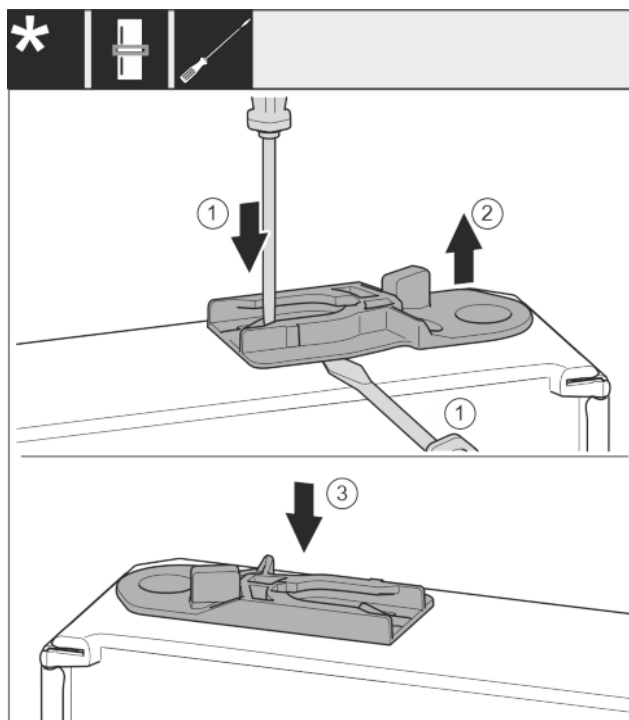

Fig. 29
- Sortir la douille de guidage : Pousser la languette avec un tournevis plat et la faire passer simultanément sous la douille de guidage avec un tournevis plat. *Fig. 29 (1, 2)*
- Pousser la douille de guidage fournie à la livraison de l'autre côté du logement. *Fig. 29 (3)*